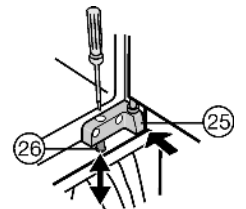

Fig. 13
- ▶ Ajustar o aparelho em altura: Através dos parafusos de nivelamento Fig. 13 (26) nos apoios Fig. 13 (24,25).